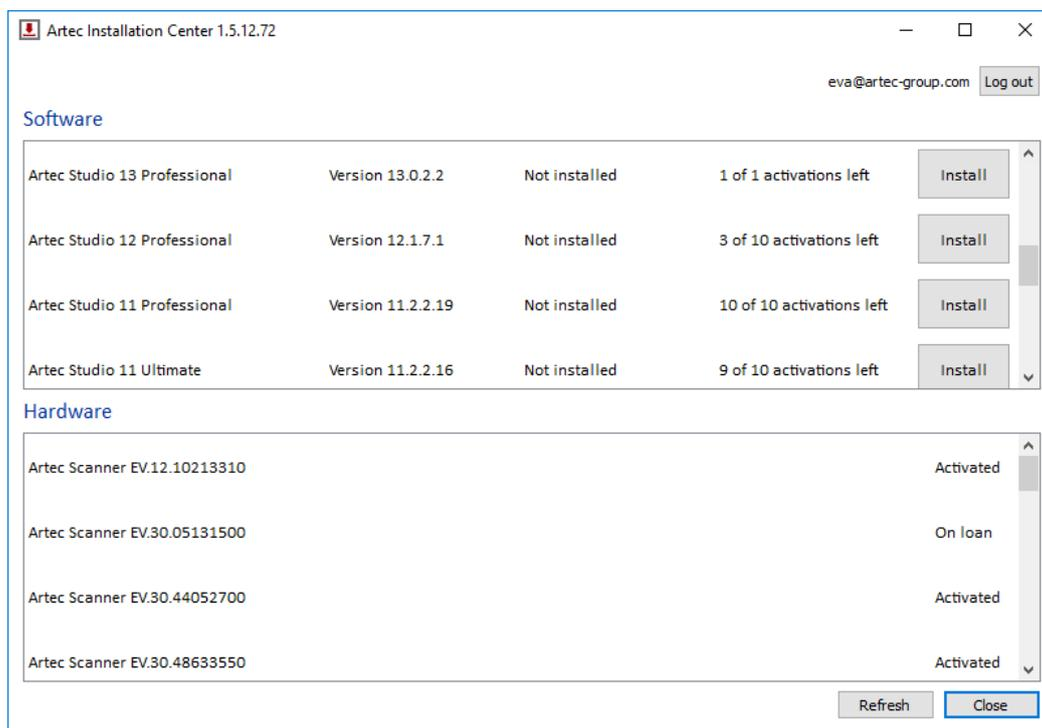

Рис. 4.18: Artec Installation Center.
Вам может понадобиться сменить учетную запись *my.artec3d*. Artec Installation Center отображает электронную почту текущего пользователя в правом верхнем углу (*Рис. 4.18*).
1. Запустите Artec Installation Center (через меню Пуск: нажмите *Пуск* → *Все программы* → *Artec Group* → *Artec Installation Center*), появится окно, показанное на Рис. 4.18.